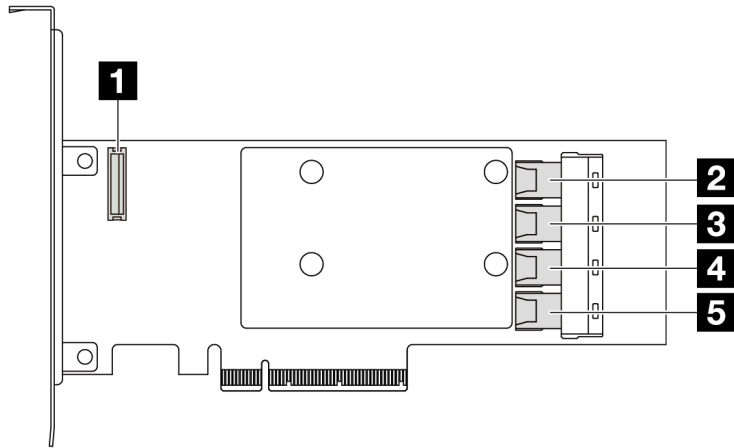

Figure 317. Un adaptateur SFF RAID/HBA Gen 3 16i (connecteurs à quatre ports)
- Figure 317 « Un adaptateur SFF RAID Gen 3 16i \(connecteurs à quatre ports\) » à la page 368